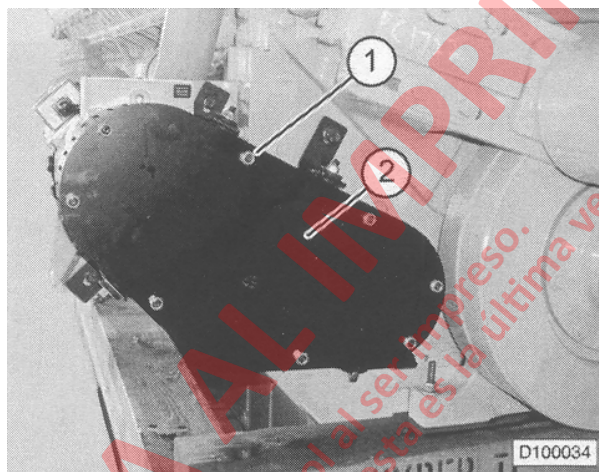

FIGURA 10-21. CONJUNTO DE LA PROTECCION DE LA CORREA
5. Retire ocho tuercas de fijación (1, Figura 10-21) de la cubierta delantera del conjunto de la protección de la correa.
6. Retire la cubierta (2).